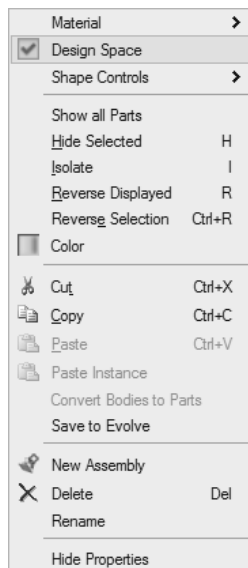

图 14-24
4) 右键单击 tray 零件, 打开右键菜单, 并将该零件指定为设计空间, 如图 14-24 所示。